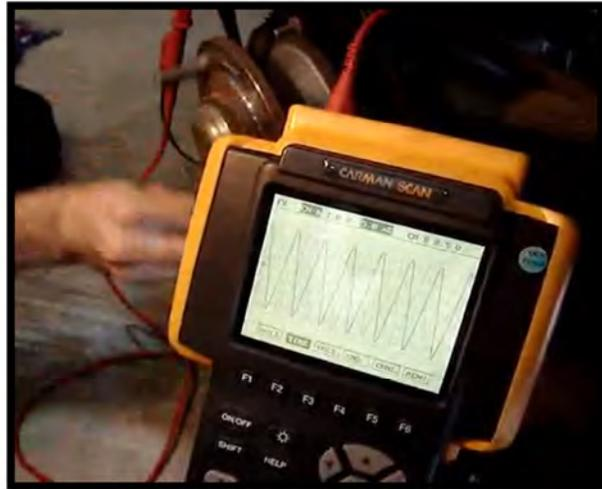

Figura 2.13 Comprobación onda sensor ABS.
- Para determinar el correcto funcionamiento del sensor de velocidad de la rueda, con la ayuda de un osciloscopio se obtiene la señal que el sensor genera. Para eso se conecta las puntas del osciloscopio a los terminales del sensor y girar el rotor (figura 2.13), la señal debe ser senoidal y uniforme, esto indica un buen funcionamiento del sensor.